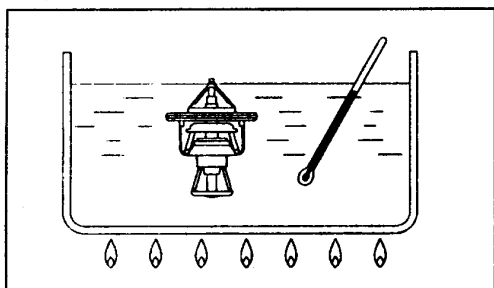

图 8-4
- (1) 容器中装满水，把节温器沉入水中，搅拌使水温升高，检查节温器的开阀温度是否为标准值(见图8-4)。标准值：82±1.5℃